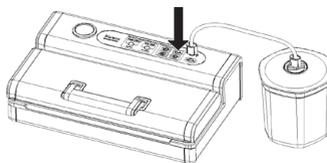

Fig.11
4. Premere il tasto **Contenitore** per avviare il sottovuoto (fig. 11). Per garantire che non rimanga aria all'interno del contenitore si consiglia di premere con una mano sul coperchio all'inizio dell'aspirazione. L'apparecchio si ferma automaticamente quando viene raggiunta la pressione di vuoto sufficiente.